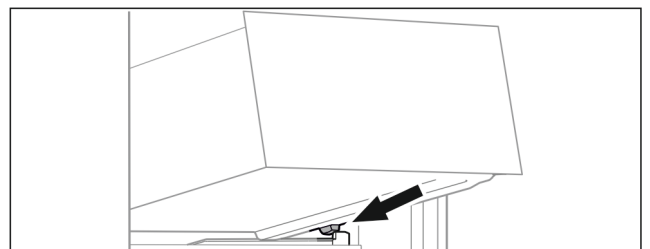

Fig. 31
- ▶ Applicare il cassetto inclinandolo dietro i fermi sulla nervatura del contenitore. (vedere Fig. 31)